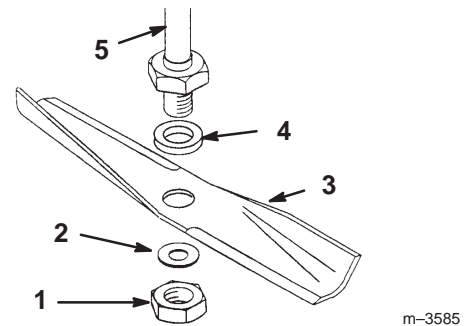

Figure 28
2. Retirez l'écrou, les deux rondelles et la lame (Fig. 28).
- Montez la rondelle épaisse, la lame, la rondelle plate mince et l'écrou (Fig. 28).